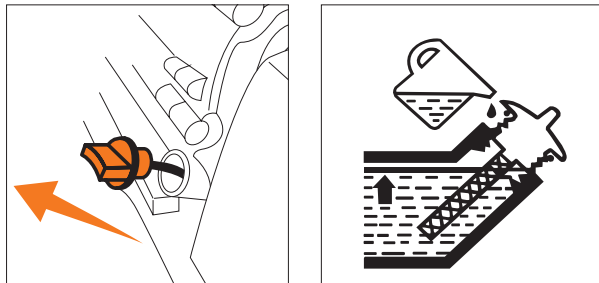

Рис. 17
- Отверните крышку маслосливной горловины (Рис. 17) из картера двигателя, достаньте щуп.